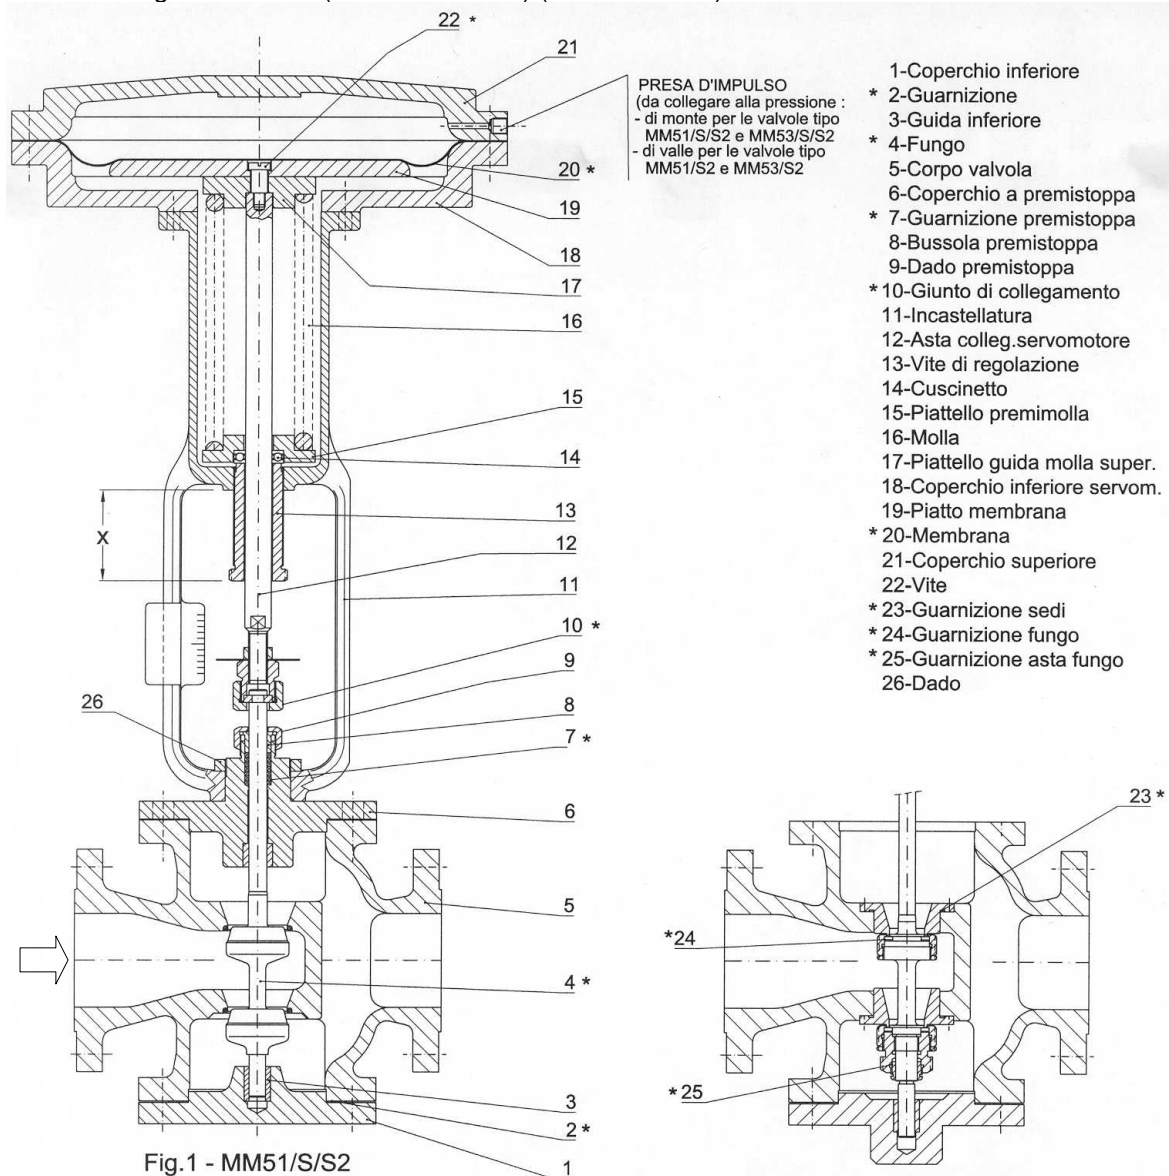

Fig.1 - MM51/S/S2
tipo **MM51/S/S2** (Fig. 1);
Svitare il dado 24 (fig.10-6) o 26 (fig.1) e togliere l'incastellatura (11).
8.5.5 Se si deve procedere a qualche operazione di manutenzione sul corpo senza che si debba far nulla sul servomotore, si può separare questo dal corpo come segue. Allentare la molla a forza zero (dopo aver misurato la quota X e annotato la sua posizione). Svitare e scomporre il giunto sull'asta. Svitare il dado 24 (fig. 6 e 10) o 26 (fig.1) di fissaggio del servomotore al corpo e rimuovere il servomotore.